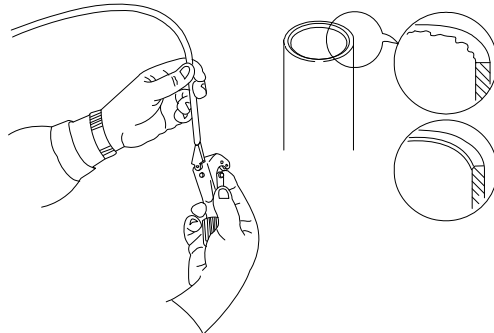

Fig.5
c) Tagliare i tubi sulla lunghezza con uno strumento adeguato, evitando la formazione di bavatura e le ferite. Il taglio deve essere perpendicolare all'asse del tubo (fig.5);